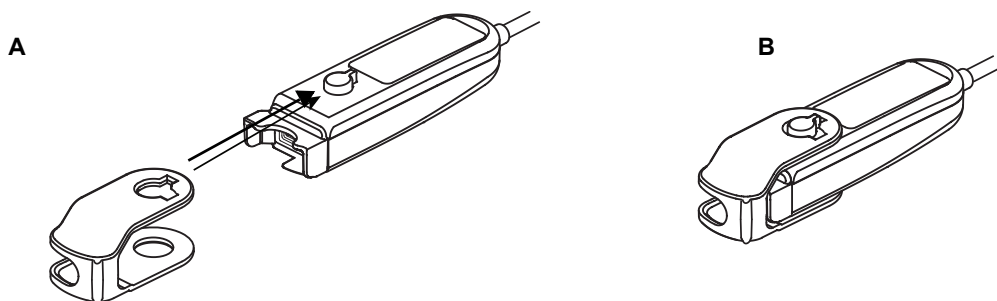

Figura 13. Sostituzione del blocco sul processore di segnale
1. Allineare la cerniera del blocco all'estremità del connettore del processore di segnale (A nella figura 13).
3. Far scattare il blocco in posizione (B nella figura 13).